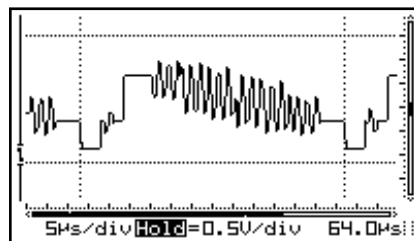

Fig 16
- **Marcadores:** marcadores móviles para efectuar mediciones en la señal (véase abajo) (Fig. 16)